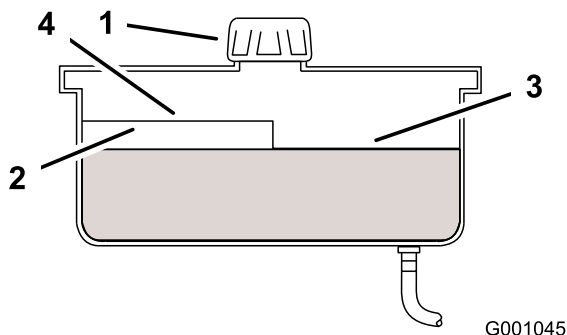

Bild 75
2. Reinigen Sie den Bereich um den Einfüllstutzen des Hydraulikbehälters (Bild 75).
3. Drehen Sie den Deckel vom Einfüllstutzen ab. Schauen Sie in den Stutzen um sicherzustellen, dass Öl im Behälter ist (Bild 75).
Hinweis: Der Füllstand sollte bei heißem Öl die Oberkante der heißen Einfüllmarkierung der Zwischenplatte erreichen (Bild 75).